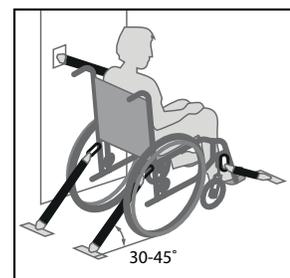

Figura 1. Assicurare la sedia
- Per determinare se la Sedia a rotelle presenta l'opzione WC-19 Transit Down o l'opzione di trasporto, consultate la figura 1 (pagina 7).
Attaccate le 4 cinghie tie down solo ai punti di attacco appositamente progettati e etichettati, indicati dai simboli di ancoraggio sulla sedia. **Vedere figura 1.**